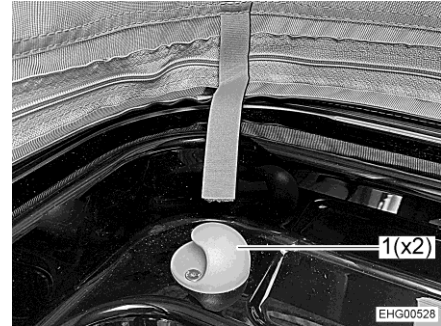

Bild 58 Halter
- Sicherungsnetz an den beiden Haltern (Bild 58,1) einhängen.